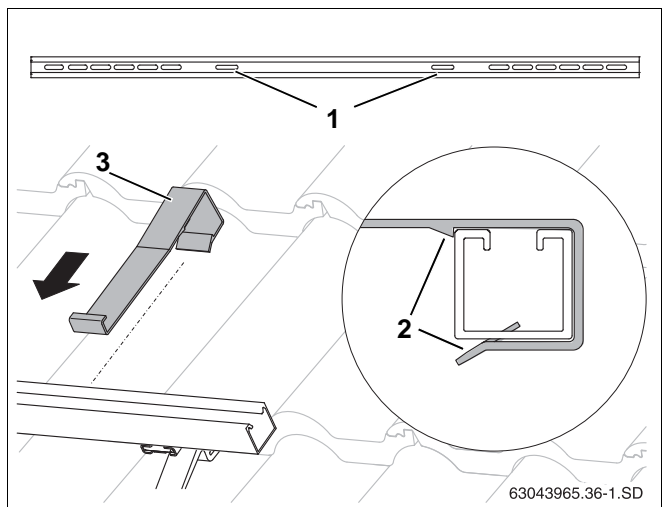

Fig. 34 Opsætning af nedskridningssikring
- ▶ Sæt nedskridningssikringerne (fig. 34, **pos. 3**) ind i hvert af de indvendige langhuller (fig. 34, **pos. 1**) udefra over profilskinerne, så de går i indgreb (fig. 34, **pos. 2**).